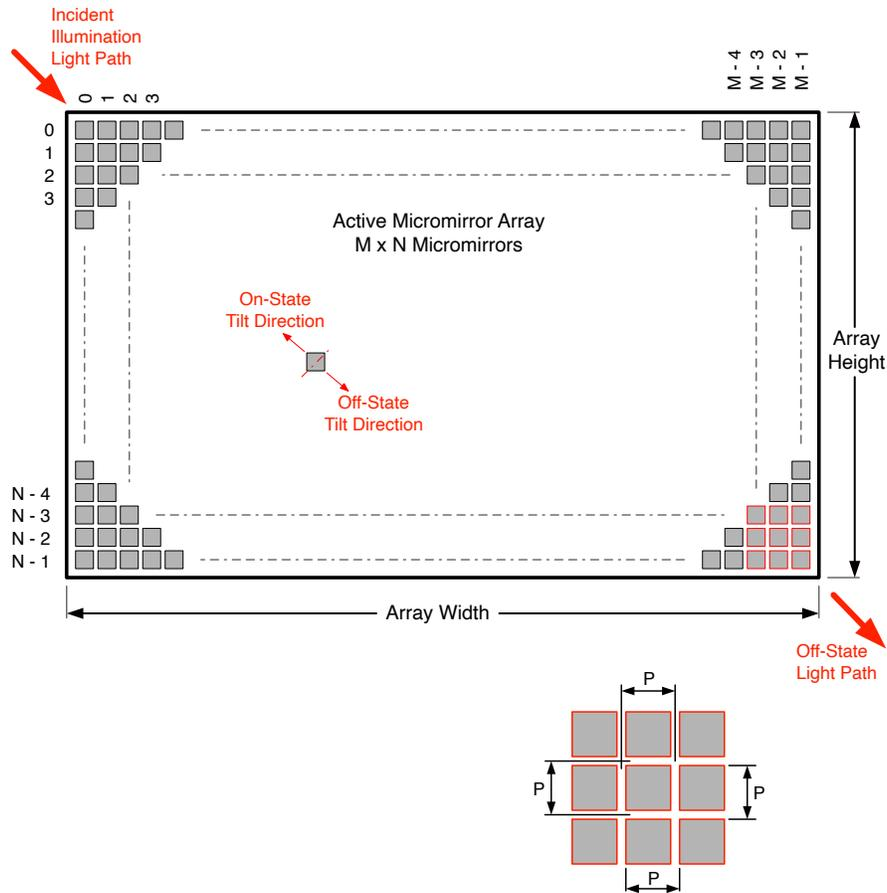

图 5-16. 微镜阵列物理特性
- (1) 请参阅图 5-16。
- (2) DMD 微镜的快速切换速度与先进的 DLP 图像处理算法相结合，使每个微镜能够在每个帧期间在屏幕上显示四个不同的像素，从而可以显示完整的 4x 像素。
- (3) 有源阵列周围边框的结构和质量包括一条称为微镜池 (POM) 的部分起作用的微镜带。这些微镜在结构上和/或电气上被阻止向亮或“打开”状态倾斜，但仍需要进行电偏置以向“关闭”状态倾斜。